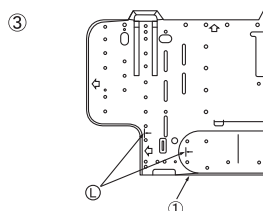

Fig. 3-7
- ③ Au cas où le tuyau évasé serait encastré d'avance dans le mur: (Fig. 3-7)
① Structure de montage mural